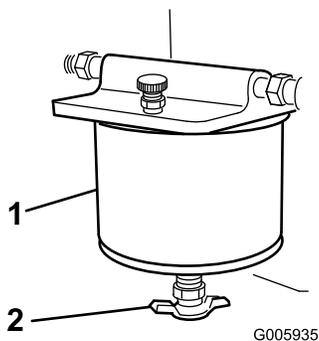

Figura 32
4. Gire la válvula de drenaje hasta que salga agua del filtro (Figura 32).